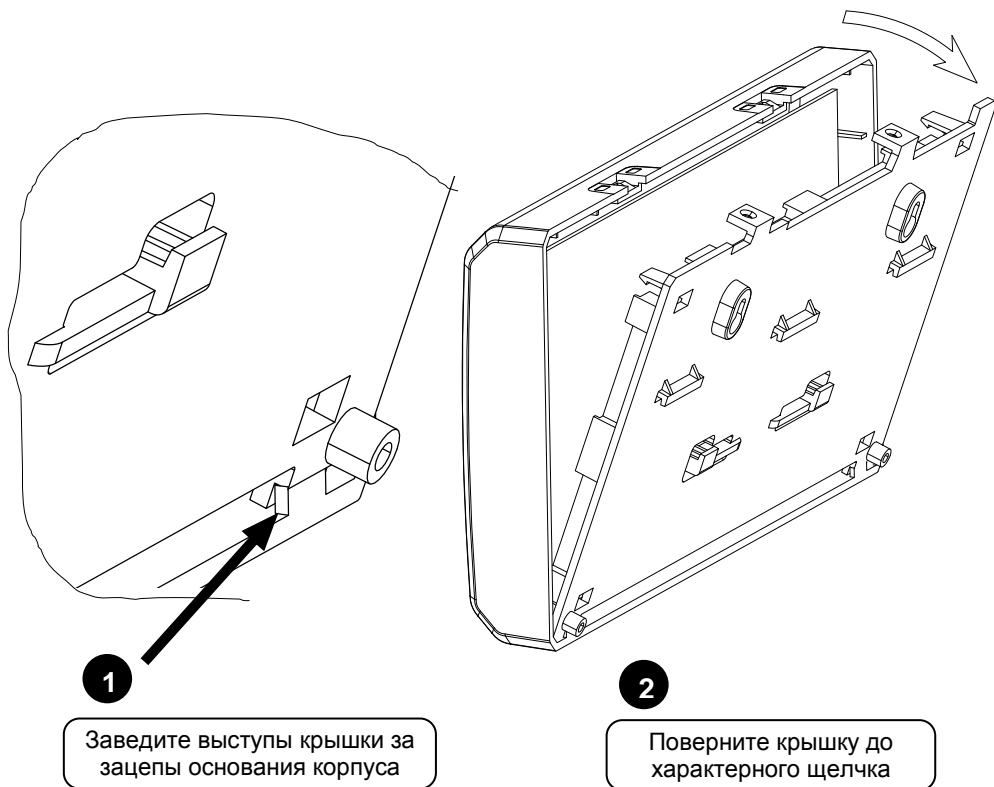

Рисунок 16. Установка крышки блока «Сигнал-20П»
4.6 Закройте крышку блока «Сигнал-20П» в порядке, указанном на рис. 16.